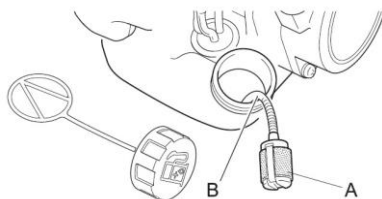

Fig. 8
ATTENZIONE! Se il motore del soffiatore facesse fatica ad avviarsi, controllare il filtro del carburante (**Fig. 8-A**) e qualora fosse ostruito sostituirlo.
1. Estrarre il filtro del carburante (**Fig. 8-A**) dal serbatoio con un uncino metallico.
2. Sganciare il filtro dal condotto del carburante (**Fig. 8-B**) e sostituirlo con uno nuovo.